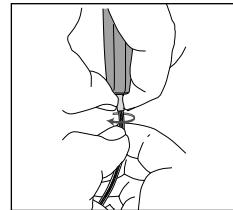

Fig. 7
6. Girate il cavo esterno in Teflon dal connettore girevole nella parte inferiore del satellite. Mettete la Girella in una mano tra il pollice e l'indice e il cavo esterno in Teflon nell'altra mano tra il pollice e l'indice e svitite (in senso antiorario) il cavo esterno dal Connnettore Girevole (**vedere Fig. 7**). Estraggete il cavo interno verso l'esterno attraverso la Girella.